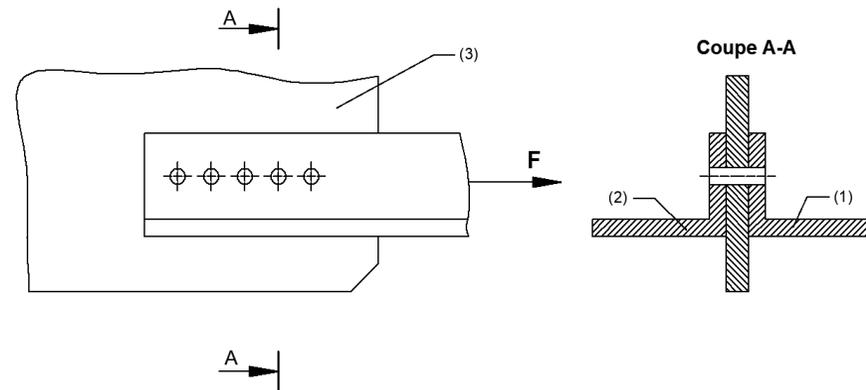

Figure. 6.9 : Assemblage cornières-gousset
Un assemblage de deux cornières (1) et (2) avec un gousset (3), représenté dans la figure 6.9. F est la force appliqué sur les cornières, les rivets utilisés pour l'assemblage sont en aciers et ont pour diamètre d et une résistance pratique τ_p .